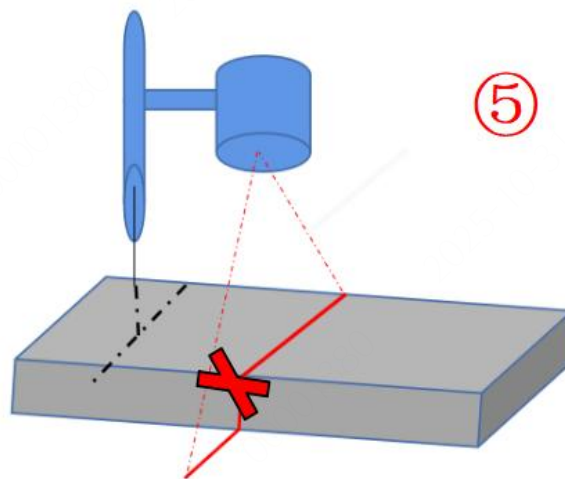

图 3-51 激光器四点法标定姿态 4
(5) 在第 4 步的基础上，将机器人抬高一定距离，左右或前后移动机器人，保证激光线仍与参考线重合，如图 3-51 所示，此时选择点序号 4，点击记录。